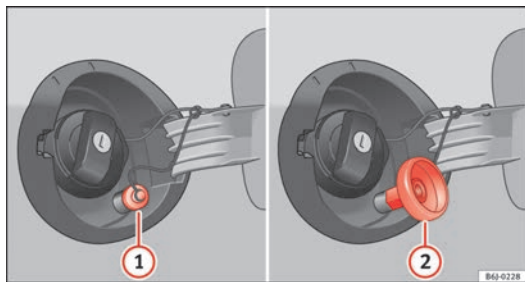

Abb. 120 Geöffnete Tankklappe mit Autogas-Einfillstutzen und Adapter.
- Schrauben Sie den Deckel des Autogas-Einfillstutzens ⇒ Abb. 120 ① ab.
- Schrauben Sie den erforderlichen Adapter ⇒ Abb. 120 ② auf den Autogas-Einfillstutzen ①.
- Schrauben Sie den Adapter ⇒ Abb. 120 ② wieder ab. ▶
⇒ Abb. 120  auf.